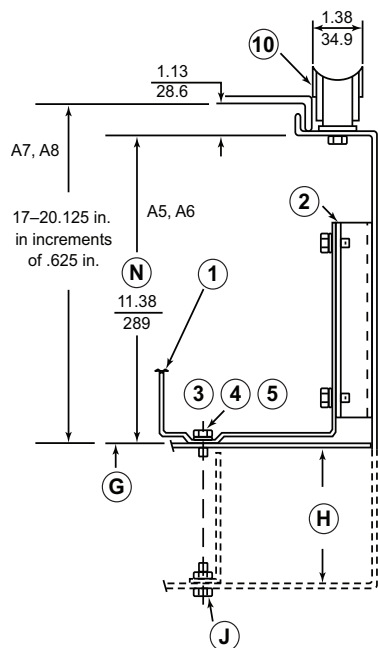

FIG. 4 : Mounting the Handle
1. Attach the disconnect switch to the side mounting brackets with four 5/16-18 x 1/2 screw assemblies. See Fig. 4.
1. Instale el desconectador seccionador en los soportes de montaje laterales con cuatro ensambles de tornillo de 5/16-18 x 1/2. Vea la fig. 4.
1. Fixer le sectionneur sur les supports de montage latéral à l'aide de quatre assemblages de vis de 5/16-18 x 1/2. Voir la fig. 4.
1. Attach the push rod guide, and mount the operating handle to the flange using two 5/16-18 x 5/8 screws and lockwashers. Refer to Fig. 4 on page 6.
5. For **A5** and **A6** handles, connect the spring to the switch base. Refer to Fig. 4 on page 6.
6. For **A7** and **A8** handles, connect the spring to the spring holder. Refer to Fig. 4 on page 6.
1. Attacher le guide de tige de poussoir et monter la manette de fonctionnement sur la bride à l'aide de deux vis de 5/16-18 x 5/8 et de rondelles de sûreté. Se reporter à la figure 4 à la page 6.
5. Pour les manettes **A5** et **A6**, raccorder le ressort à la base du sectionneur. Se reporter à la figure 4 à la page 6.
6. Pour les manettes **A7** et **A8**, raccorder le ressort au support de ressort. Se reporter à la figure 4 à la page 6.
| <p>4. Discard the defeater assembly, the set screw, and the push rod guide.</p> <p>5. For A5 and A6 handles, connect the spring to the switch base. See Fig. 4 on page 6.</p> <p>6. For A7 and A8 handles, connect the spring to the spring holder. See Fig. 4 on page 6.</p> | <p>4. Deseche el ensamble anulador, el tornillo de fijación y la guía de la varilla de empuje.</p> <p>5. Para las palancas A5 y A6, conecte el resorte en la base del desconectador. Vea la figura 4 en la página 6.</p> <p>6. Para las palancas A7 y A8, conecte el resorte en el retenedor. Vea la figura 4 en la página 6.</p> | <p>4. Jeter l'assemblage de neutralisation, la vis de calage et le guide de tige de poussoir.</p> <p>5. Pour les manettes A5 et A6, raccorder le ressort à la base du sectionneur. Voir la figure 4 à la page 6.</p> <p>6. Pour les manettes A7 et A8, raccorder le ressort au support de ressort. Voir la figure 4 à la page 6.</p> |